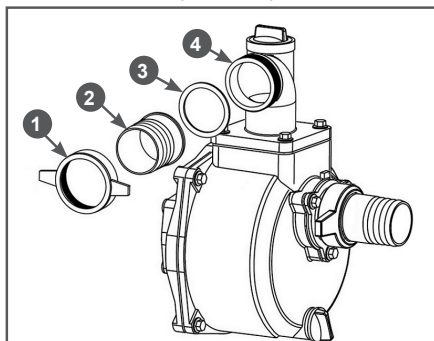

Рис. 10 Установка патрубка напорного рукава
2. Установите патрубок 2 через уплотнительное кольцо 3 к выпускному (напорному) фланцу 4 насоса и плотно затяните гайку 1 патрубка (Рис. 10).